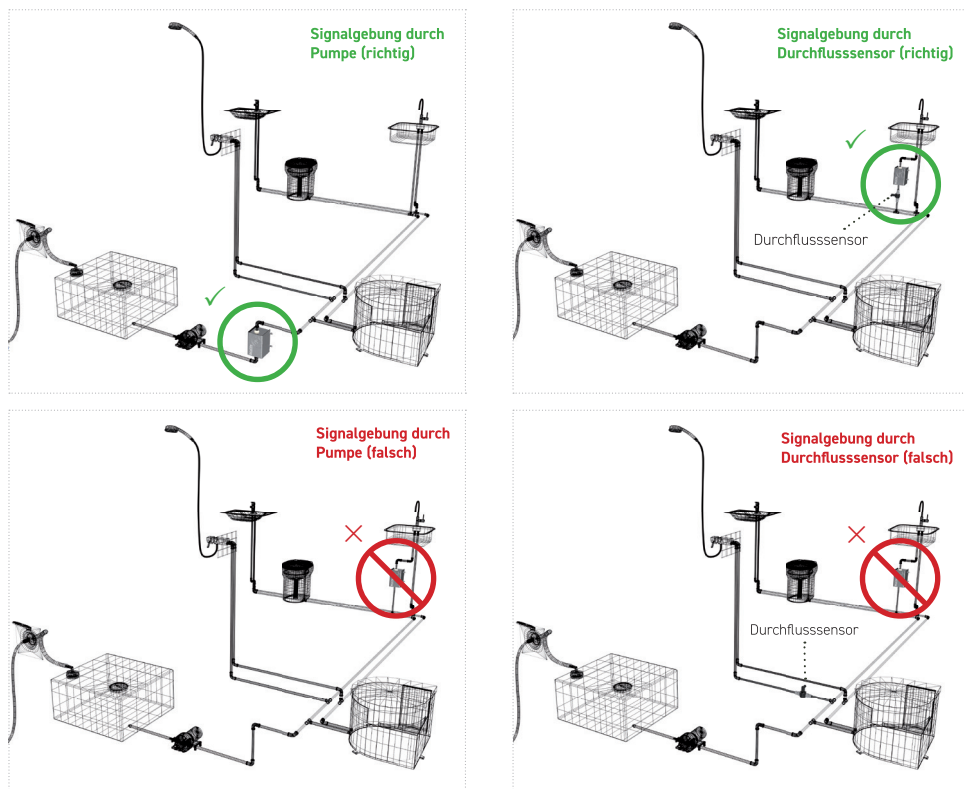

Abbildung 5: Installationsorte
- **Erfolgt die Signalgebung über ein Pumpen Signal, darf die UV-Einheit ausschließlich vor dem ersten Leitungsabzweig montiert werden. Ebenso ist darauf zu achten, dass sich, beim Einsatz eines Durchflusssensors zur Signal Bereitstellung, die UV-Einheit und der Durchflusssensor im selben Abzweig (z.B. vor einer Armatur) befinden.** (Abbildung 5).